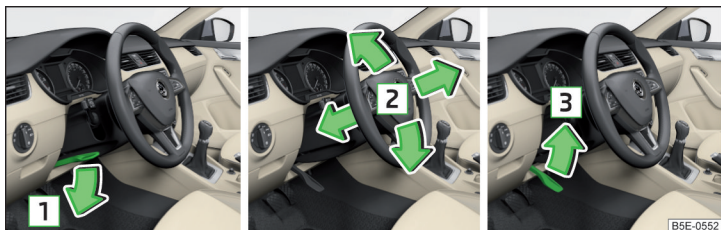

Fig. 3 Réglage de la position du volant
- Faites pivoter le levier de sécurité sous le volant dans le sens de la flèche **1** » fig. 3.